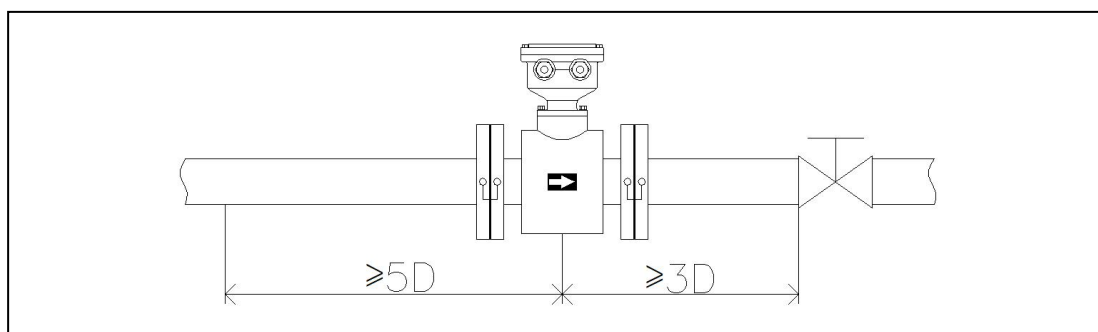
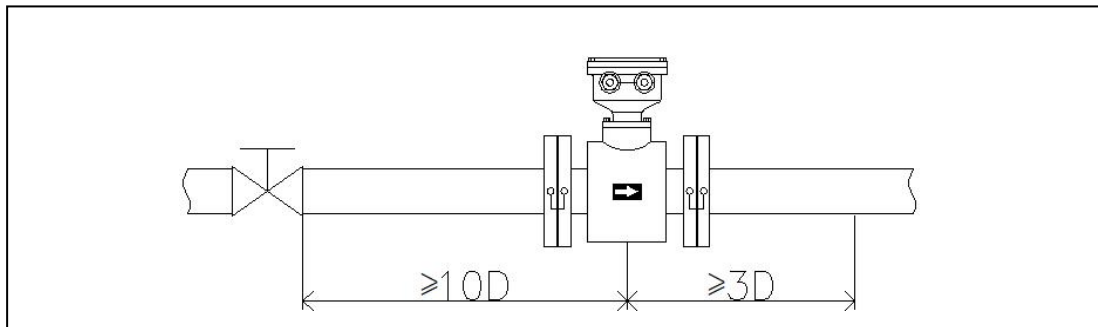

图 4.1.1 上游直管段要求
图 4.1.2 上游侧有非全开的闸阀或调节阀
9) 流量计上游侧应不小于 $5D$ （管道内径）的直管段（图 4.1.1），如果上游侧有非全开的闸阀或调节阀，则流量计上游直管段的长度应不小于 $10D$ （图 4.1.2）；流量计下游侧的直管段要求不高，一般大于 $3D$ 即可。